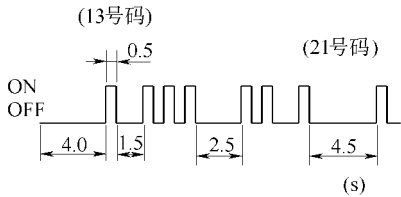

图 2-148 故障码的指示
2) 故障码的指示，报警灯闪亮时间的长短第一个数字和第二个数字之间 1.5s，码和码之间为 2.5s，所有故障码之间为 4.5s，如图 2-148 所示。